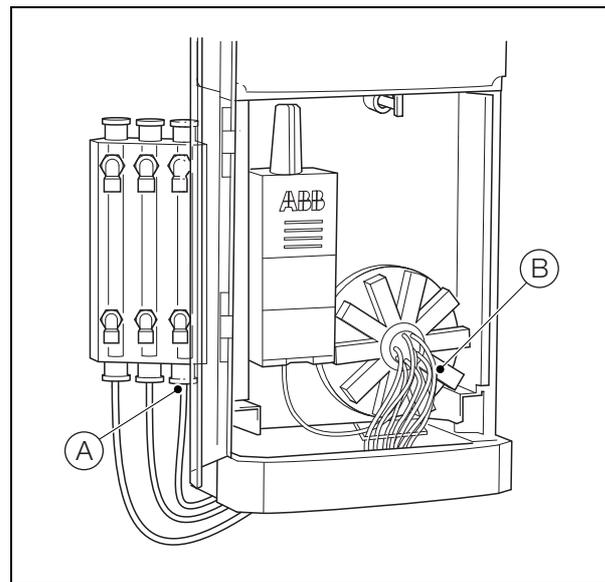

Fig. 13.4 Sustitución de los tubos de muestra
1. Con referencia a Fig. 13.4:
- b. Desconecte el tubo de la base de la cubeta lateral de muestras (A) y deséchelo.
- d. Dirija el tubo según las anotaciones del paso a y conecte el otro extremo al conector de la válvula S1 (B) en el distribuidor de válvulas.